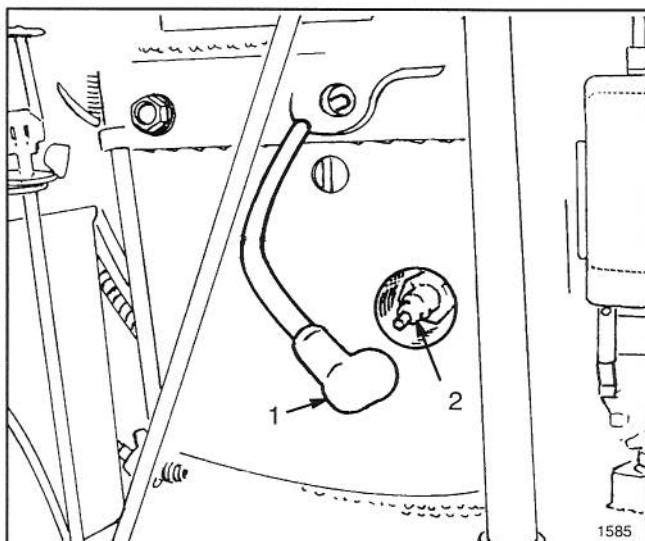

Abbildung 7
2. Den Motor abstellen und den Draht von der Zündkerze abziehen (Abb. 7).